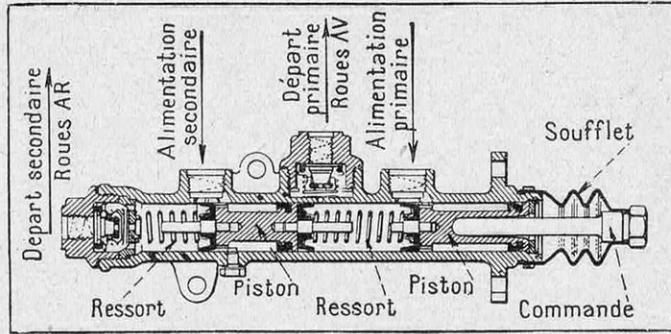
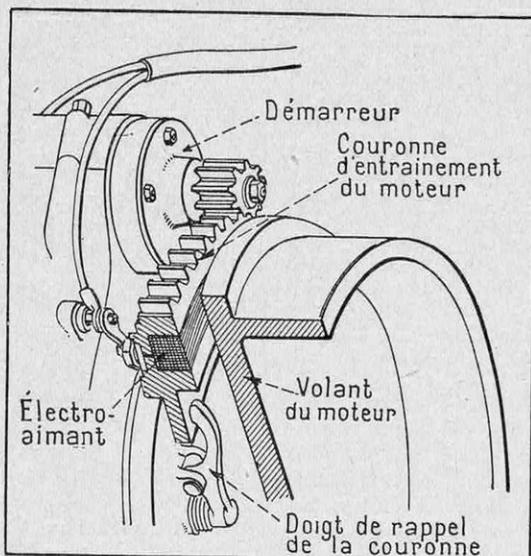

FIG. 4. — MAITRE-CYLINDRE D'UN FREIN HYDRAULIQUE
FIG. 5. — DÉMARREUR ÉLECTROMAGNÉTIQUE
D'autres pièces accessoires reçoivent des améliorations de valeur : les freins hydrauliques (de Lavaud, Lockheed à maître-cylindre tandem) (fig. 4) ; les freins mécaniques (Bendix à mâchoires autocentrées) ; le « frein-moteur », mis au point par Westinghouse (1) ; les garnitures de freins avec trame en fils de plomb, régularisant les portages et évitant les érosions des tambours (Ferodo) ; les directions (Gemmer) plus robustes et d'une meilleure progressivité et un amortisseur de direction (Bendix) ; les démarreurs (surtout pour poids lourds et moteurs Diesel) à engrenages toujours en prise et entraînement électro-magnétique (Paris-Rhône) (fig. 5) ; le graissage centralisé à dosage précis (Monocoup) ; les supports et transmissions antivibratoires (Sté Paulstra), etc.